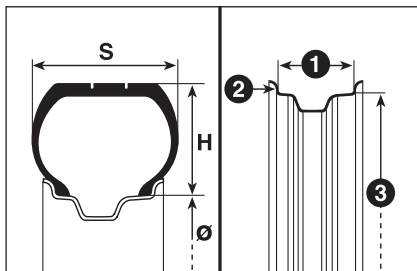

fig. 5
LETTURA CORRETTA DEL PNEUMATICO fig. 5
DEL CERCHIO fig. 5****Esempio: 6J x 15 H2 ET 31.5****6** = larghezza del cerchio in pollici (1).**J** = profilo della balconata (risalto laterale dove appoggia il tallone del pneumatico) (2).**15** = diametro di calettamento in pollici (corrisponde a quello del pneumatico che deve essere montato) (3 = Ø).**H2** = forma e numero degli "hump" (rilievo circonferenziale, che trattiene in sede il tallone del pneumatico Tubeless sul cerchio).**ET 31.5** = campanatura ruota (distanza tra il piano di appoggio disco/cerchio e mezzzeria cerchio ruota).